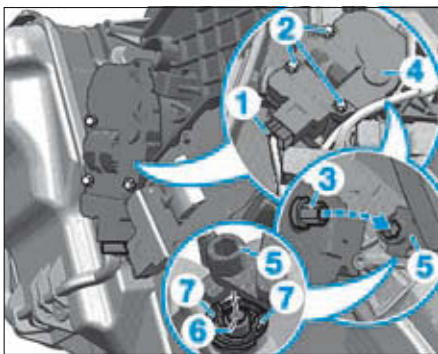

FIG. 42
- Repérer le connecteur (1) (Fig.42).
- Débrancher le connecteur (1).
- les vis (2),
- l'arbre (3) sur le servomoteur (4) du levier de renvoi (5),
- Contrôler la position du levier de renvoi (5) dans le guidage du bloc de climatisation (6) en faisant attention aux deux butées (7) (Fig.42).
- Insérer l'arbre (3) sur le servomoteur (4) dans le levier de renvoi (5).